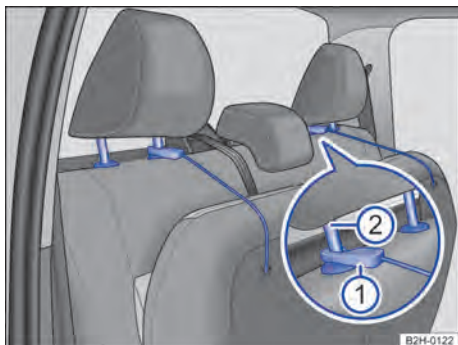

Fig. 75 No banco traseiro: fixar a superfície do banco nos apoios para cabeça.
3. Se necessário, empurrar o apoio para cabeça para cima e prender a cinta de fixação → **Fig. 75** ① na barra interna do apoio para cabeça ②.